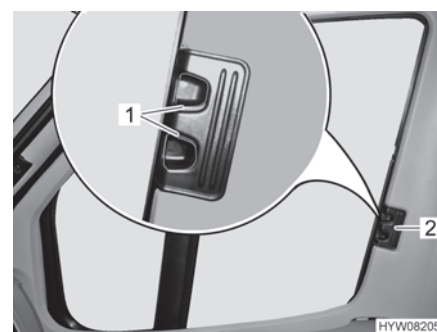

Fig. 24 Dispositif occultant plissé pour la fenêtre côté conducteur/passager
- Pousser les dispositifs occultants plissés pour les fenêtres côté conducteur et côté passager jusqu'à la butée au niveau de la poignée (Fig. 24,2).
- Faire s'enclencher les poignées de déverrouillage (Fig. 24,1).